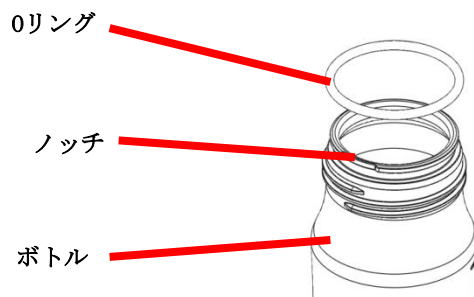

図1.
- ウォーターボトルのOリング (HPG-4002) は時間が経つにつれて摩耗します。Oリングの破損や変形に気付いた場合は、EndoChoiceまたは代理店に交換部品を注文してください。Oリングを取り外すときは、ボトルの端に沿ってノッチ内にある部分を引き抜きます (図1を参照)。この溝からOリングを無理に引き出そうとすると、Oリングが損傷することがあります。